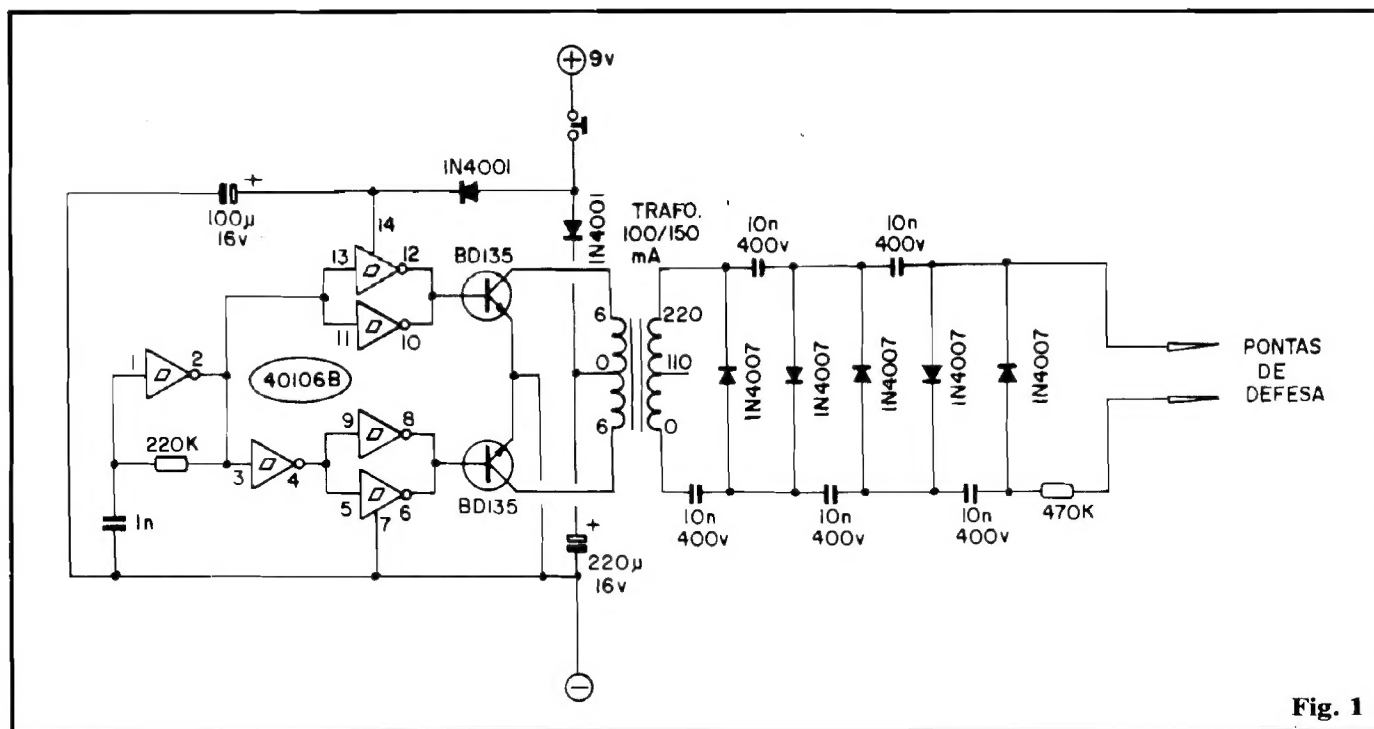

Fig. 1
- (01) - O não "resetamento" automático do MONOESTÁVEL (estruturado em torno dos **gates** delimitados pelos pinos 11-12-13 e 8-9-10 do primeiro 4001B do circuito...) ocorre justamente porque o trafo não está sendo "capaz" de suprir o surto inicial de Corrente, ao ser ligado o aparelho! Uma "saída" para remediar isso (e prevenir falhas no "resetamento" automático inicial), é simplesmente **aumentar** o valor do capacitor (original 100n) que fornece a temporização do pulso de "resetamento"... A fig. A mostra, em esquema, a posição do citado capacitor (dentro do círculo tracejado, e apontado pela seta...), já com o valor **aumentado para 1u**. Note que, tratando-se agora de um eletrolítico, há que se respeitar a polaridade do dito cujo, conforme indicada na figura... Para simplificar ainda mais a sua interpretação (e dos demais Leitores interessados no assunto...), a fig. B mostra o "chapeado" da SUBAR-IV, já com a alteração do dito componente... Respectivamente as figs. A e B referem-se aos diagramas originais mostrados nas figs. 1 - pág. 24 e fig. 4 - pág. 26, de APE 28...
- (2) - O "estouro" da temporização de 4 minutos é também ocasionado pela insuficiência de Corrente no trafo! Durante o disparo da sirene, como o dito transformador não consegue suprir toda a Corrente necessária, sobrepe-se ao sinal sonoro um intenso ripple de 60Hz, modulado fortemente sobre o sinal. Isso se reflete num correspondente (e também intenso) ruído de 60Hz na própria linha de alimentação da SUBAR-IV. Apesar da boa imunidade, intrínseca, a ruídos, por parte dos Integrados C.MOS, para tudo há um limite... No caso, está ocorrendo o "re-disparo" permanente de tal MONOESTÁVEL, com o que indefinidamente **novos** ciclos de 4 minutos se iniciam cada vez que o anterior termina! A aplicação de um trafo com "reais" ampéres na sua saída, deverá sanar o problema...
- (3) - O aquecimento excessivo no TIP31 **também** é, em parte, fruto da insuficiência de Corrente, já que o tal "ronco" que Você ouve, superposto ao sinal normal da sirene, coloca o dito transistor em zona não desejada de amplificação, fazendo com que o dito cujo dissipe muito mais Potência do que seria natural com a disposição circuital adotada (em vez do TIP31 trabalhar ou completamente "ligado", ou completamente "desligado", ele está atuando na sua região linear, sempre "meio ligado", redundando no sobreaquecimento...). Mesmo assim, sanado o problema do transformador, é sempre bom dotar o transistor de potência de um conveniente dissipador... Note, inclusive, o seguinte: embora o tal dissipador não tenha sido diretamente mencionado na LISTA DE PEÇAS, no esquema (fig. 1 - pág. 24 - APE 28) mostra, nitidamente, o **círculo tracejado** em torno do símbolo básico do TIP31! Essa simbologia - como o sabem os Leitores/Hobbistas assíduos - indica a **necessidade** de se forçar a irradiação do calor emanado pelo componente, através de dissipador a ele acoplado!
- (4) - De novo o culpado pelas "fraudes na Previdência" (ou seja: **todo mundo sabe** "quem é", mas o dito continua livre, por aí...) é o famigerado transformador, cujo ruído de 60Hz, fruto da sua incapacidade de cumprir os requisitos de Corrente, "sobrepas-
O presente circuito (mostrado em esquema na fig. 1) traz o proje-